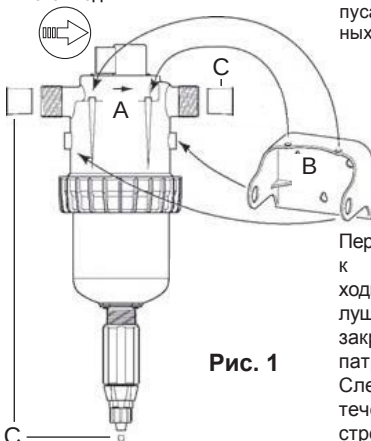

Рис. 1
Чтобы установить DOSATRON в крепление, необходимо слегка раздвинув его захваты, сначала вставить (Рис. 1-А) в соответствующие отверстия кронштейна 2 небольших выступа наверху корпуса, а затем защелкнуть 2 основных по бокам дозатора (Рис. 1-В).
Перед подсоединением дозатора к водопроводной сети необходимо удалить защитные заглушки (Рис. 1/2-С), которые закрывают входной и выходной патрубки DOSATRON.
- Извлеките верхнюю часть корпуса из настенного кронштейна (**Рис. 1-В**), а затем разъедините верхнюю и нижние части.